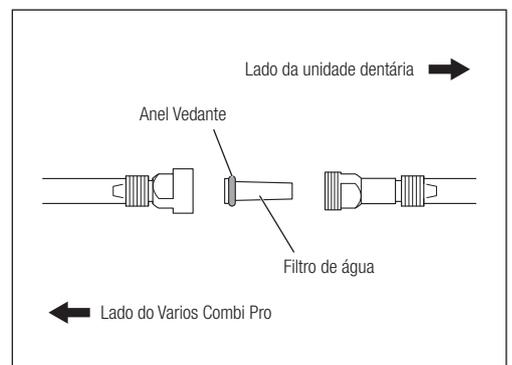

Fig. 58
- 5) Coloque o novo filtro de água com o anel vedante no lado do Varios Combi Pro e volte a montar seguindo os passos de desmontagem de forma inversa (Fig. 58).